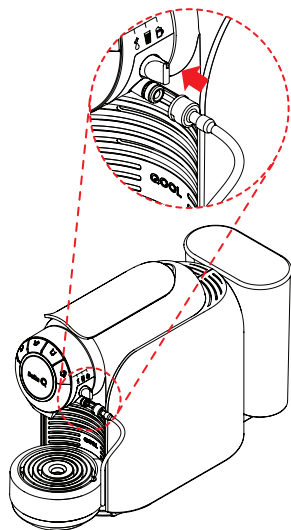

Fig. 23: Connectez le tube d'aspiration du lait.
- Connectez le tube d'aspiration du lait au système de lait (voir **Fig. 23**).